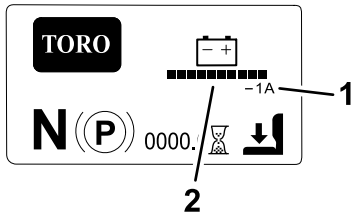

Figura 19
- **Schermata delle informazioni principali (Figura 19):** mostra le informazioni correnti sulla macchina